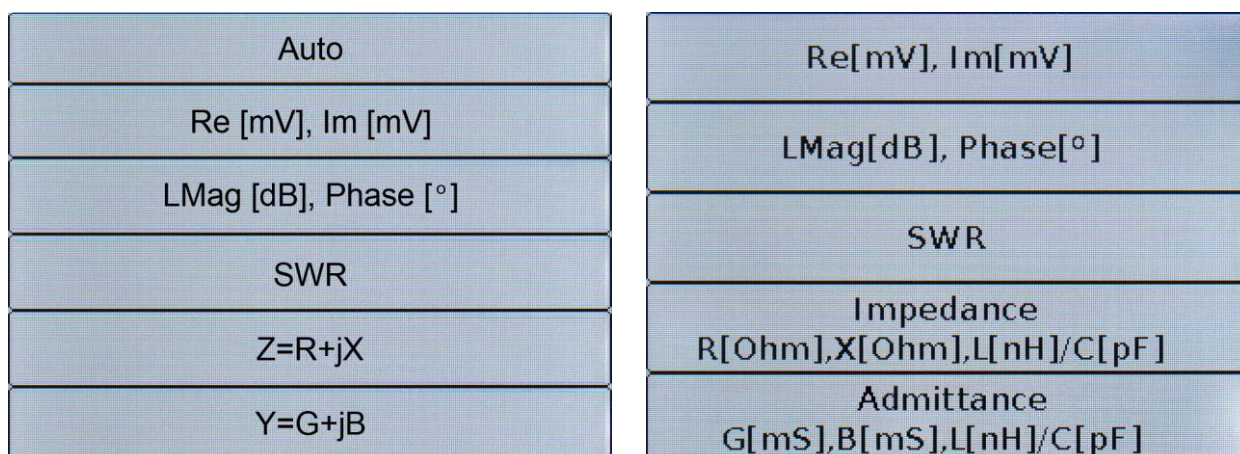

Рисунок 9.9 – Выбор типа отображаемых маркером величин ARINST VR 1-6200 и ARINST VR 23-6200
9.4.3. Для настройки маркера по типу отображаемых величин, необходимо в столбце **Type** нажать на соответствующий маркер. На экране появится меню выбора типа отображаемых маркером величин (Рисунок 9.9).